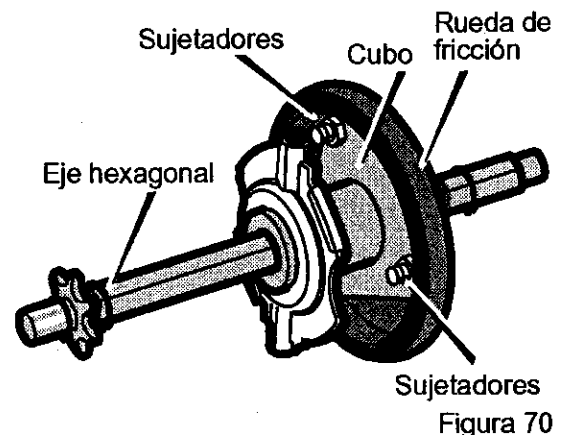

Figura 70
11. Quite los tres sujetadores que retienen la rueda de fricción en el cubo (Figura 70).